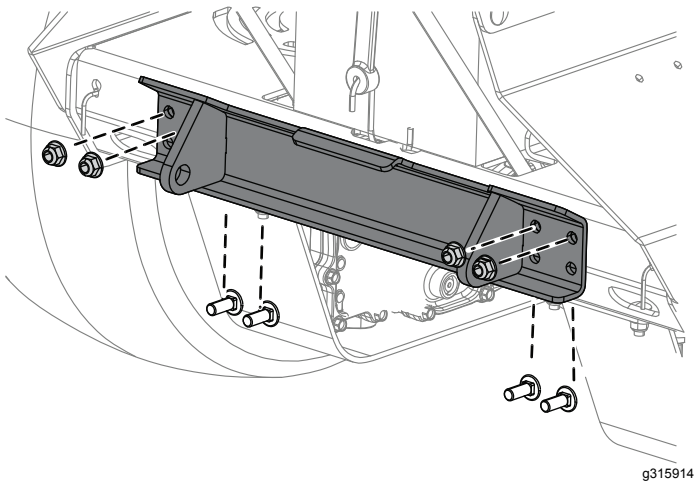

Bild 2
1. Montieren Sie die Rückplatte mit vier Schrauben und vier Muttern am unteren Heckrahmen der Maschine (Bild 2).